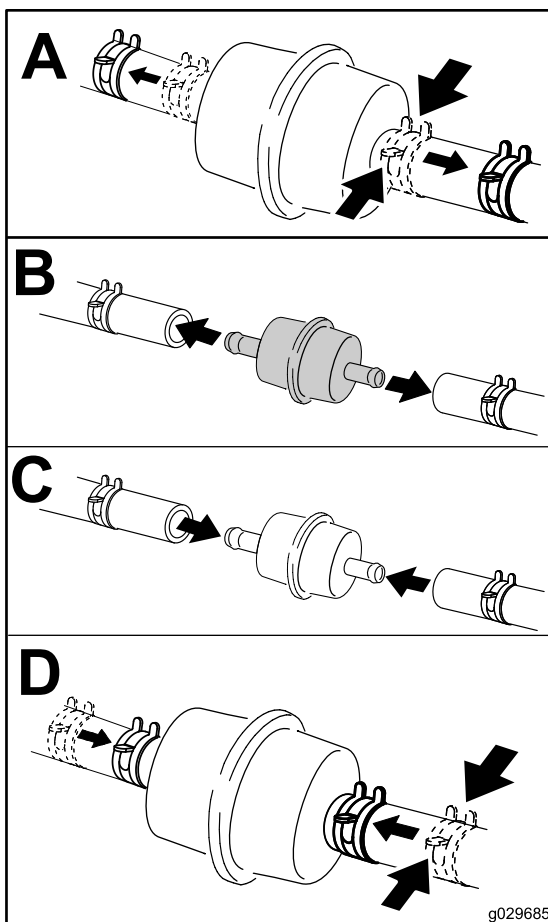

Figura 43
6. Mettete un contenitore pulito sotto il filtro del carburante e sostituite il filtro del carburante come illustrato nella Figura 43.